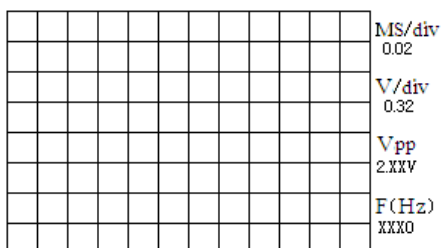

图 B-3
(1) 按一下微动按钮 S3（波形选择），发光二极管 LED1 点亮，屏幕上有波形扫描线移动出现，屏幕移动波形扫描线较多，右边相关数据出现变化如图 B-3 所示（图中 X 表示该数字为浮动数字，以下相同）。